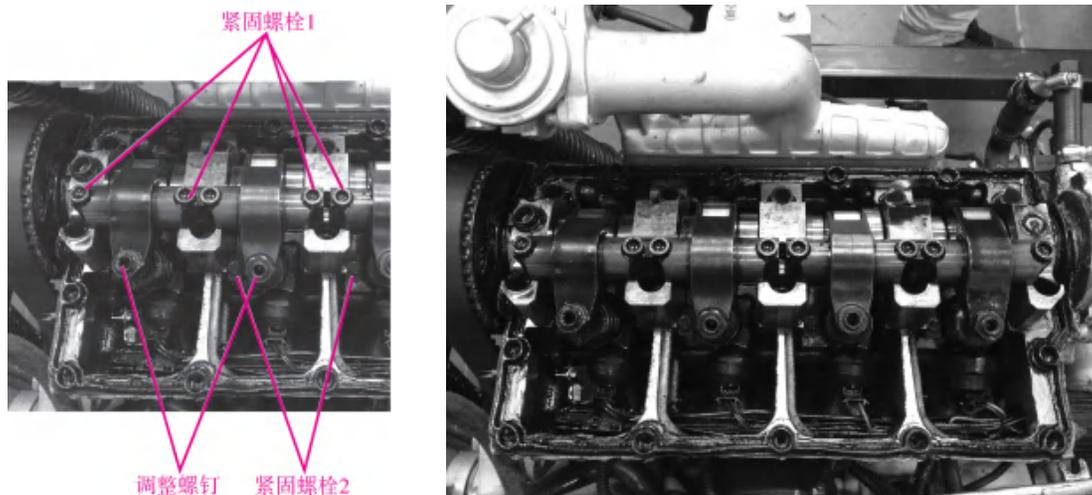

图 4-26 调整螺钉与紧固螺栓的位置
③ 松开调整螺钉的锁紧螺母，将螺钉拧出，直至相应摇臂顶住泵喷嘴的柱塞弹簧。调整螺钉与紧固螺栓的位置如图 4-26 所示。